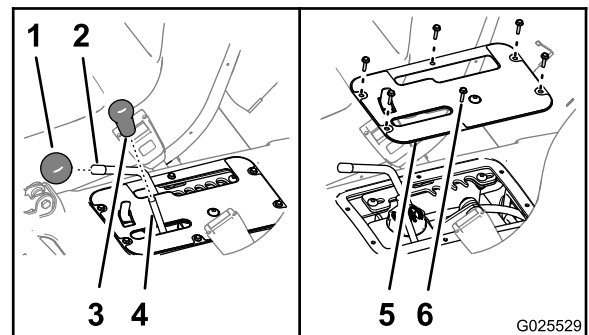

Bild 60
- Entfernen Sie die Handräder vom Hydraulikhubhebel und vom Fahrtriebshelb (Bild 60).
- Nehmen Sie die sechs Kopfschrauben (Nr. 10 x 3/4") ab, mit denen die Abdeckplatte des Bedienelements am Sitzunterteil befestigt ist, und entfernen Sie die Abdeckplatte (Bild 60).
6. Fluchten Sie die Löcher in der Abdeckplatte des Bedienelements mit den Löchern im Sitzunterteil aus (Bild 60).
7. Befestigen Sie die Platte mit den sechs in Schritt 2 entfernten Kopfschrauben (Bild 60) am Unterteil.
8. Schrauben Sie die Handräder auf die Stangen für den Hydraulikhubhebel und den Fahrtriebshebel (Bild 60).
2. Entfernen Sie die Handräder vom Hydraulikhubhebel und vom Fahrtriebshebel (Bild 60).
3. Nehmen Sie die sechs Kopfschrauben (Nr. 10 x 3/4") ab, mit denen die Abdeckplatte des Bedienelements am Sitzunterteil befestigt ist, und entfernen Sie die Abdeckplatte (Bild 60).
9. Fluchten Sie die Löcher in der Abdeckplatte des Bedienelements mit den Löchern im Sitzunterteil aus (Bild 60).
10. Befestigen Sie die Platte mit den sechs in Schritt 3 entfernten Kopfschrauben (Bild 60) am Unterteil.
11. Schrauben Sie die Handräder auf die Stangen für den Hydraulikhubhebel und den Fahrtriebshebel (Bild 60).